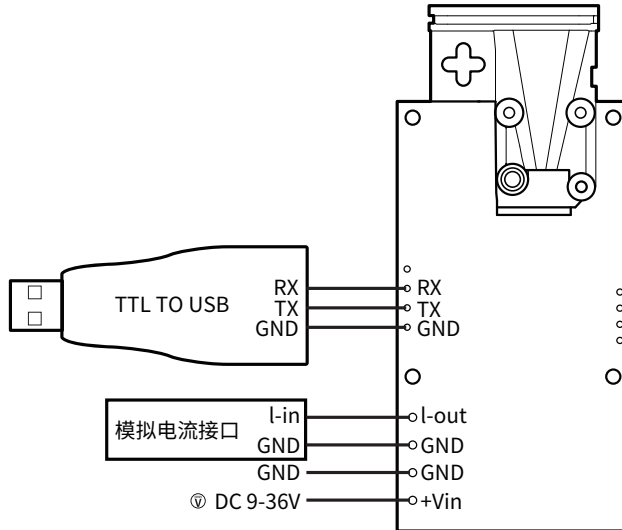

图 1. L3 接线图
1. 串口通讯时按照图 1 所示，传感器的 RX、TX、GND，分别和 TTL 转 USB 转换器的 RX、TX、GND 连接；